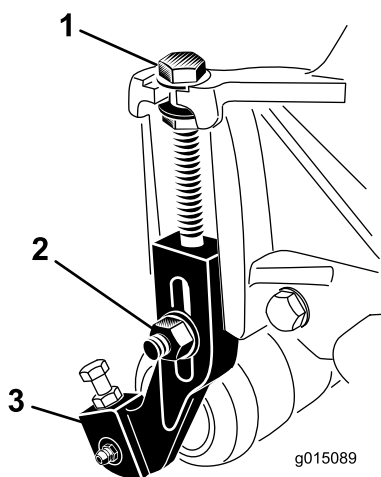

Figure 14
1. Desserrez les contre-écrous qui fixent les supports de hauteur de coupe aux plaques latérales de l'unité de coupe (**Figure 14**).